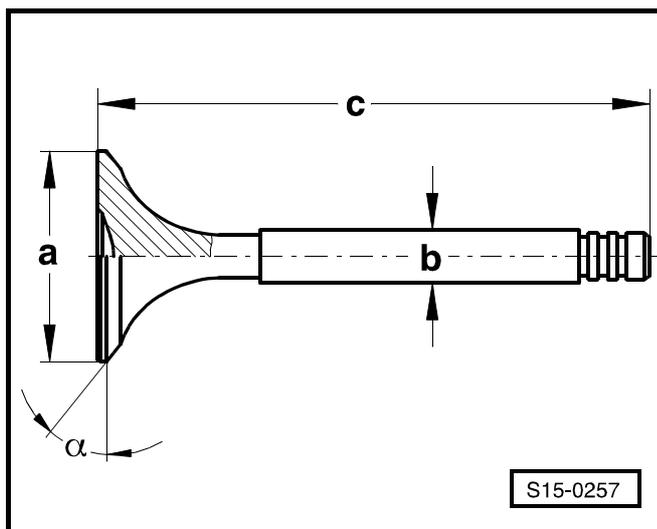

Рис. 4: Дополнительная обработка нижней уплотняющей поверхности головки блока цилиндров
- дополнительная обработка уплотняющей поверхности ⇒ Рис. 4 в **15-2** страница 4